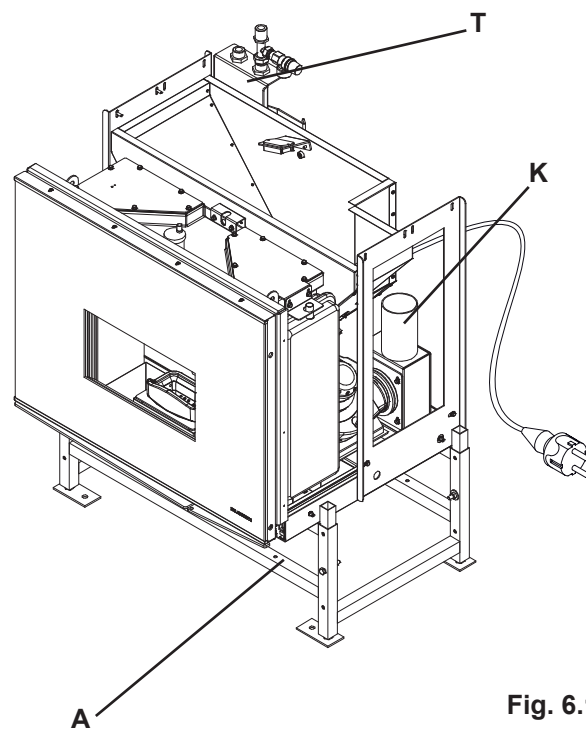
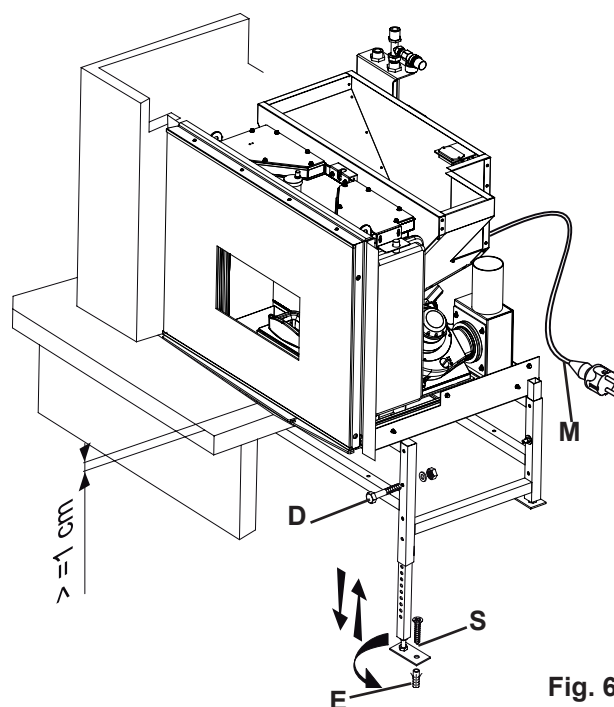

Fig. 6.1
Fig. 6.2
El armazón de extracción se compone de (Fig. 6.1):
Instalación (Fig. 6.1, Fig. 6.2):
4. Fijar las patas (S) de la base con tacos de expansión robustos de acero de Ø 8 mm (E);
5. Conectar el colector de evacuación (K) al conducto de salida de humos;
7. Prever la llegada de la línea eléctrica en la parte trasera de la estufa (M);
El soporte de tubos flexibles de agua (T) se coloca en la parte posterior izquierda de la estufa (Fig. 6.1).